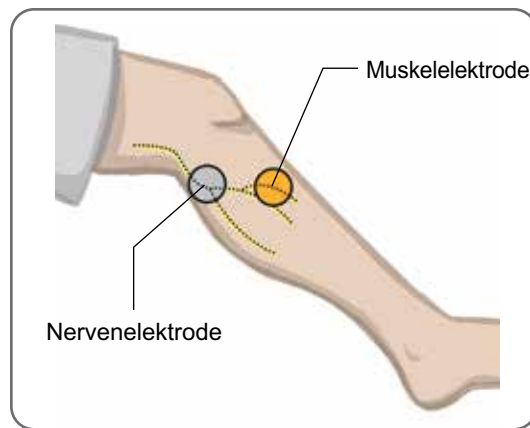

Abbildung 8-3: Platzierung der Elektroden auf dem Bein
7. Legen Sie eine Elektrode (die Nervenlektrode) über dem Nervus peroneus communis distal und leicht posterior des Fibulaköpfchens an. Siehe Abbildung 8-3.